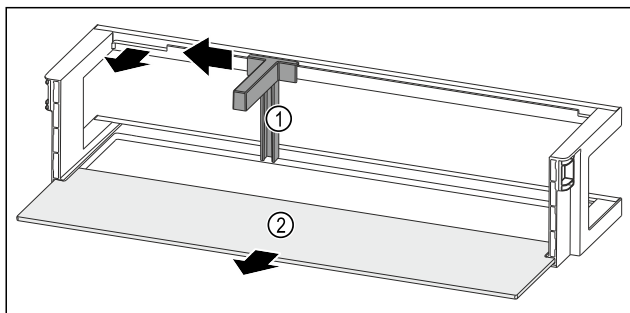

Fig. 101 Türabsteller mit Flaschenhalter und Abstellfläche
- Flaschenhalter Fig. 101 (1) bis zur Aussparung zur Seite schieben.
- Flaschenhalter Fig. 101 (1) entnehmen.
- Abstellfläche Fig. 101 (2) entnehmen.